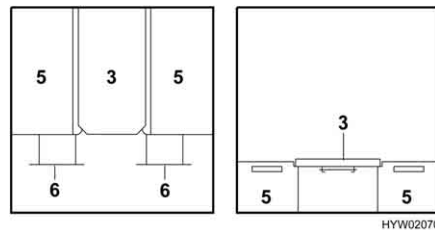

Bild 108 Während des Umbaus
- Bettkasten-Verlängerung (Bild 108,6) herausziehen.
- Tischplatte (Bild 108,3) zwischen die beiden Bettkästen (Bild 108,5) einlegen.